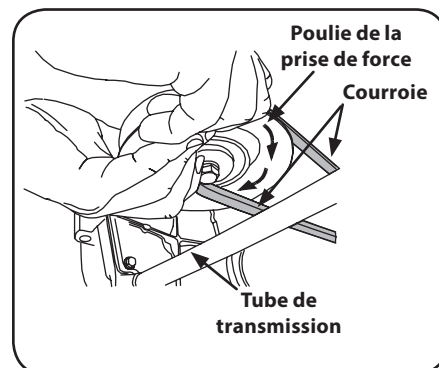

Figure 4-4
- d. Maintenez la courroie vers le bas et continuez de tourner la poulie de la prise de force jusqu'à ce que la courroie soit complètement dégagée de la poulie. Voir Figure 4-4.
11. Tirez sur le côté droit de la courroie et placez le côté plus étroit en forme de « V » de la courroie dans la poulie de la prise de force. Voir Figure 4-4.
12. Tenez la courroie et la poulie, puis faites pivoter la poulie vers la gauche. Voir Figure 4-4. Continuez à tenir et à faire pivoter la poulie et la courroie jusqu'à ce que la courroie soit complètement enroulée autour de la poulie de la prise de force.